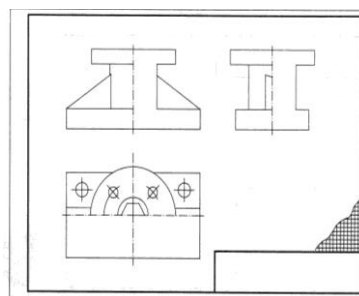

Рисунок 3 - орлджэ
- внутри габаритных прямоугольников тонкими линиями нанести виды деталей, предпочтительно с левой или верхней стороны (рис.3). При этом следует соблюдать пропорции элементов детали и проекционную связь всех изображений. На той части изображения, где будет выполняться разрез, нанести только наружный контур детали. Удалить линии габаритных прямоугольников;